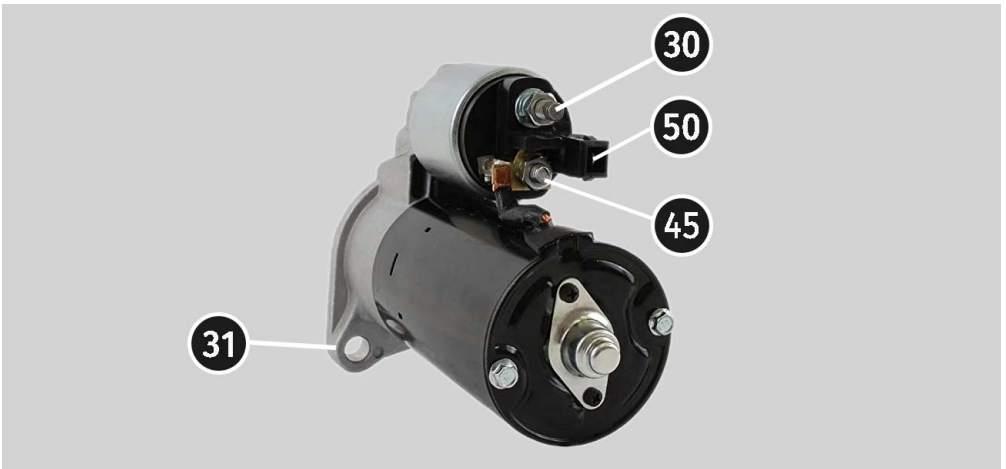

Рисунок 31. Розташування клем на стартері
3. Роз'єм стенда "50" кабелем під'єднайте до керуючого виводу соленоїда стартера клемою 50, див. рис. 31.
4. Провода універсального діагностичного кабелю K30 і K45 під'єднайте до відповідних клем стартера, див. рис. 31.